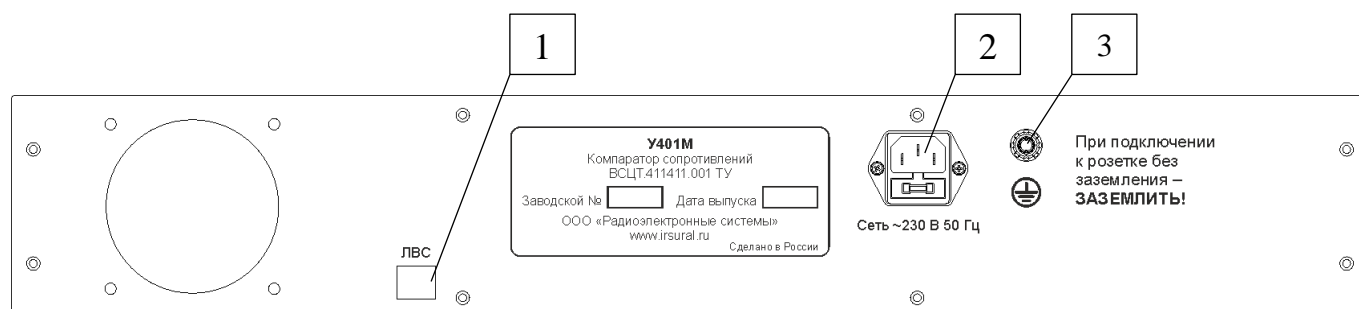

Рисунок 5 – Задняя панель блока управления и индикации
На задней панели блока управления и индикации расположены разъём подключения к сети питания (со встроенным предохранителем), клемма заземления и разъём подключения к сети Ethernet (рисунок 5):
2.1.1 Если для питания компаратора используется розетка без контакта защитного заземления, необходимо соединить клемму заземления компаратора (поз. 3, рисунок 5) с шиной защитного заземления. В этом случае перед началом работы следует проверить надёжность соединения шины защитного заземления с зажимом заземления компаратора (проверить целостность проводов и затяжку клемм). Если используется розетка с заземляющим контактом, то соединять клемму заземления с шиной защитного заземления не нужно.
| Земля компаратора   | Металлические части корпуса, соединённые с клеммой заземления (поз. 3, рисунок 5) и с заземляющим контактом разъёма питания (поз. 2, рисунок 5) |